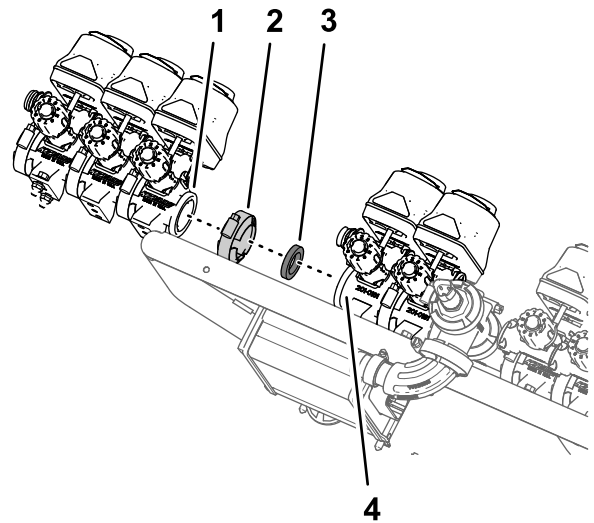

図 104
1. ブームバルブ 3 個 図 104 ステップ S8 マニホルドマウントからブームバルブを外す (ページ 33) で外したものを、バルブ 7 番のフランジに取り付けるステップ 4 マニホルドマウントからブームバルブを外す (ページ 33) で取り外したフランジクランプとガスケットを使用する。